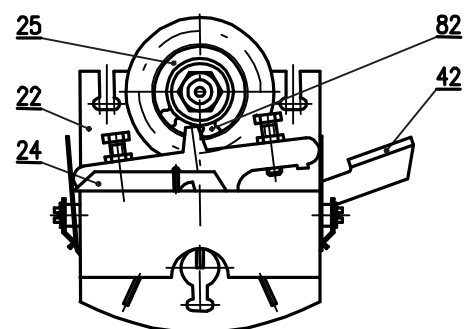

Рис. 5
Проверка моментных выключателей (рис. 4,5). При движении прибора в направлении « закрыто » и при подключенных моментных выключателях для «моментного переключения» переключить контакты выключателя S2 путем нажатия выключающего контакта **(24) (рис. 5)** соответствующего выключателя. При правильном подсоединении прибор должен остановиться. При подключении моментных выключателей для «сигнализации» будет наблюдаться только сигнализация на коробке управления панели.
- моментное устройство (рис. 5)
- механизм блокировки (82) (рис. 5)
Моментное колесо (рис. 4) укреплено на моментном валике выходящем от силовой передачи (рис. 2). Угол поворота моментного колеса пропорционален крутящему моменту на выходном вале прибора. Его величина устанавливается перестановкой сегментов (17) и передвижением упоров (18) (рис. 4). Достигнутая величина крутящего момента переносится от моментного колеса на моментное устройство (9) при помощи моментного рычажка (42) (рис. 5).
Моментное устройство (рис. 5) представляет несущую балку, на которой размещены выключатели S1 (20) и S2 (21). На валике (23) размещены выключающие рычажки (24), которые при помощи пружины удерживают выключатели в присоединенном состоянии вплоть до момента, когда происходит поворот валика от привода моментного выключателя.
Механизм блокировки (82) (рис. 5) обеспечивает блокировку моментного выключения, как правило, на 1 или 2 оборота после реверса прибора. После осуществления установленного количества оборотов моментное устройство возвращается к своему первоначальному функционированию.